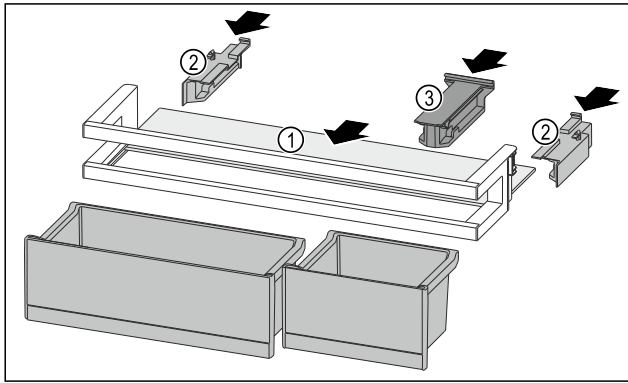

Fig. 94
- Abstellfläche Fig. 94 (1) in die seitlichen Einsparungen einschieben.
- Seitenteile Fig. 94 (2) einsetzen.
- Halteteil Fig. 94 (3) einsetzen.